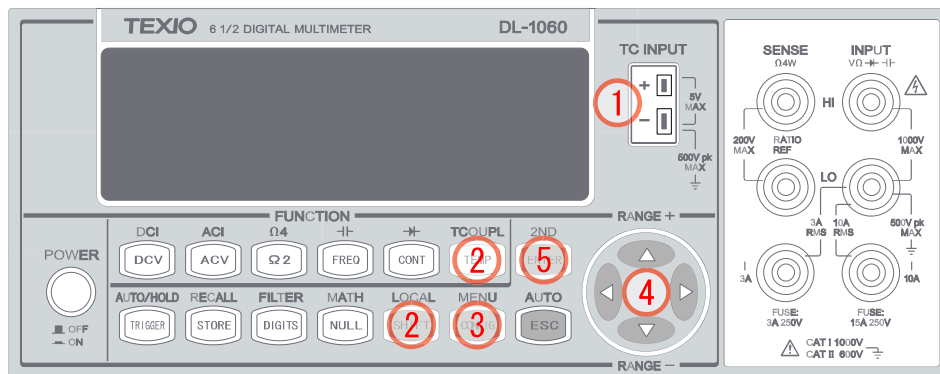

図 3-13
- ① 熱電対のタイプを正しく設定します。
- ② TCOUPL (SHIFT + TEMP) ボタンを押して、熱電対測定を選択します。
- ③ CONFIG ボタンを押して、 $\triangleleft$ ・ $\triangleright$  ボタンで “VIEW REAL” を選択し ENTER ボタンを押し、現在の基準温度が表示されるか確認します。
- ④ ESC ボタンを押して選択モードを移動します。
- ⑤  $\triangleleft$ ・ $\triangleright$  ボタンで “RJUNCTION” を選択し ENTER ボタンを押し、“REAL” を選択し ENTER ボタンを押すと REAL 測定モードとなります。
- これらの操作は図 3-13 に示します。